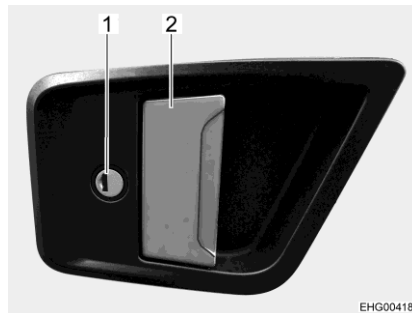

Fig. 40 Serrure de la porte (porte cellule à l'extérieur)
- Insérer la clé dans le barillet (Fig. 40,1) et la tourner jusqu'à ce que la serrure de la porte soit déverrouillée.
- Tirer sur la poignée de la porte (Fig. 40,2). La porte est ouverte.
- Insérer la clé dans le barillet (Fig. 40,1) et la tourner jusqu'à ce que la serrure de la porte soit verrouillée.